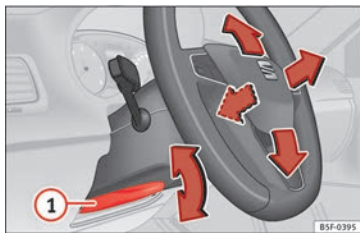

Fig. 20
Ajustar a posição do volante: pressione a alavanca » Fig. 20 ① para abaixo, mova o volante até a posição desejada e volte a subir a alavanca até ao ponto de fecho.